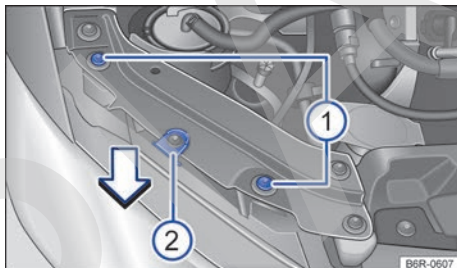
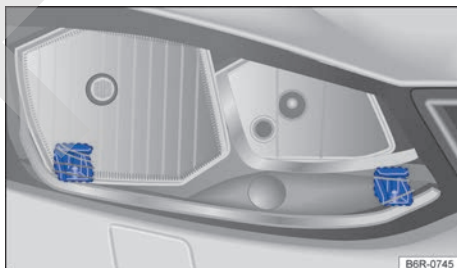

Fig. 146 En el vano motor: tornillos de fijación del faro derecho.
Fig. 147 Guías para el montaje del faro derecho.
- Desenrosque los tornillos → fig. 146 ① con la llave Torx.
- Desenganche de la guía la parte inferior del faro hacia delante, en el sentido de la flecha → fig. 146. ▶
- Retire del vehículo el faro completo, hacia delante → ①.
- Introduzca el faro en el vehículo hasta el tope superior central → fig. 146 ②. Asegúrese de que el faro encastre correctamente en las guías inferiores → fig. 147 → ①
- Enrosque los tornillos → fig. 146 ① en la carcasa del faro.
- Presione el faro contra el tope superior central → fig. 146 ② y apriete los tornillos ① con la llave Torx.